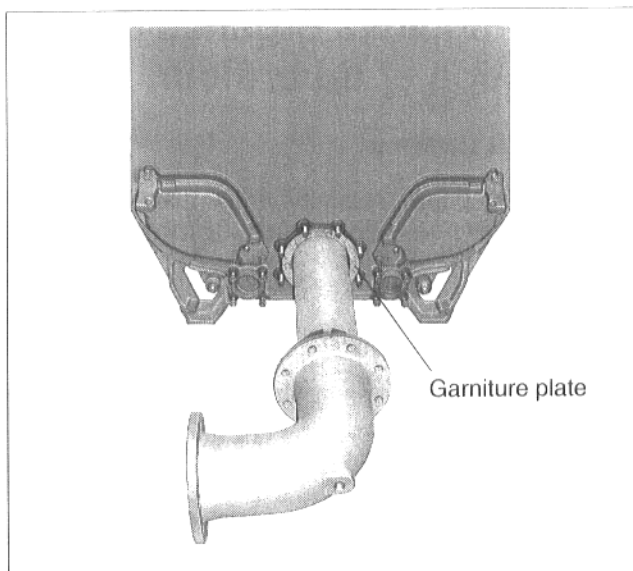

Fig. 24
- Placer la garniture plate au retour chaudière. Enfoncer le répartiteur de par l'arrière dans le retour chaudière et visser le raccord de retour à l'élément arrière (Fig. 24).